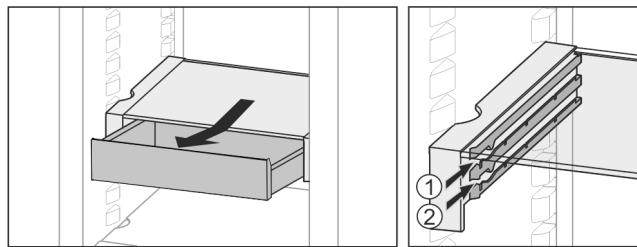

Fig. 28
- Вкарайте го на височина по избор Fig. 28 (1) или Fig. 28 (2).